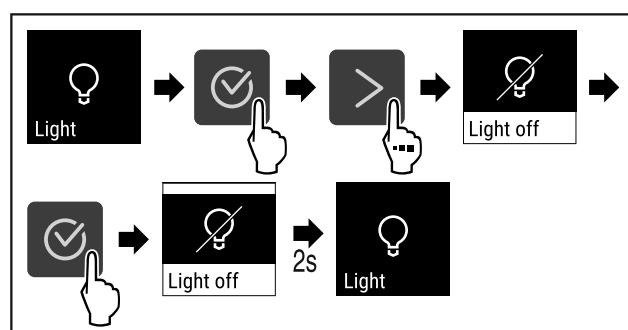

Fig. 68
- ▶ Εκτελέστε τα βήματα ενεργειών (βλέπε Fig. 68).